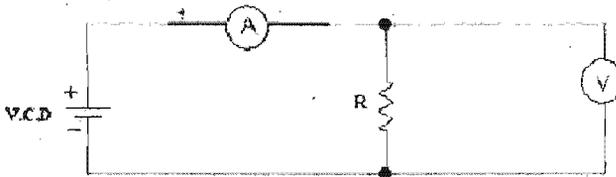

Figura 3.15
c) Arme el circuito de la figura 3.15 considerando las resistencias medidas empleadas en el procedimiento b)